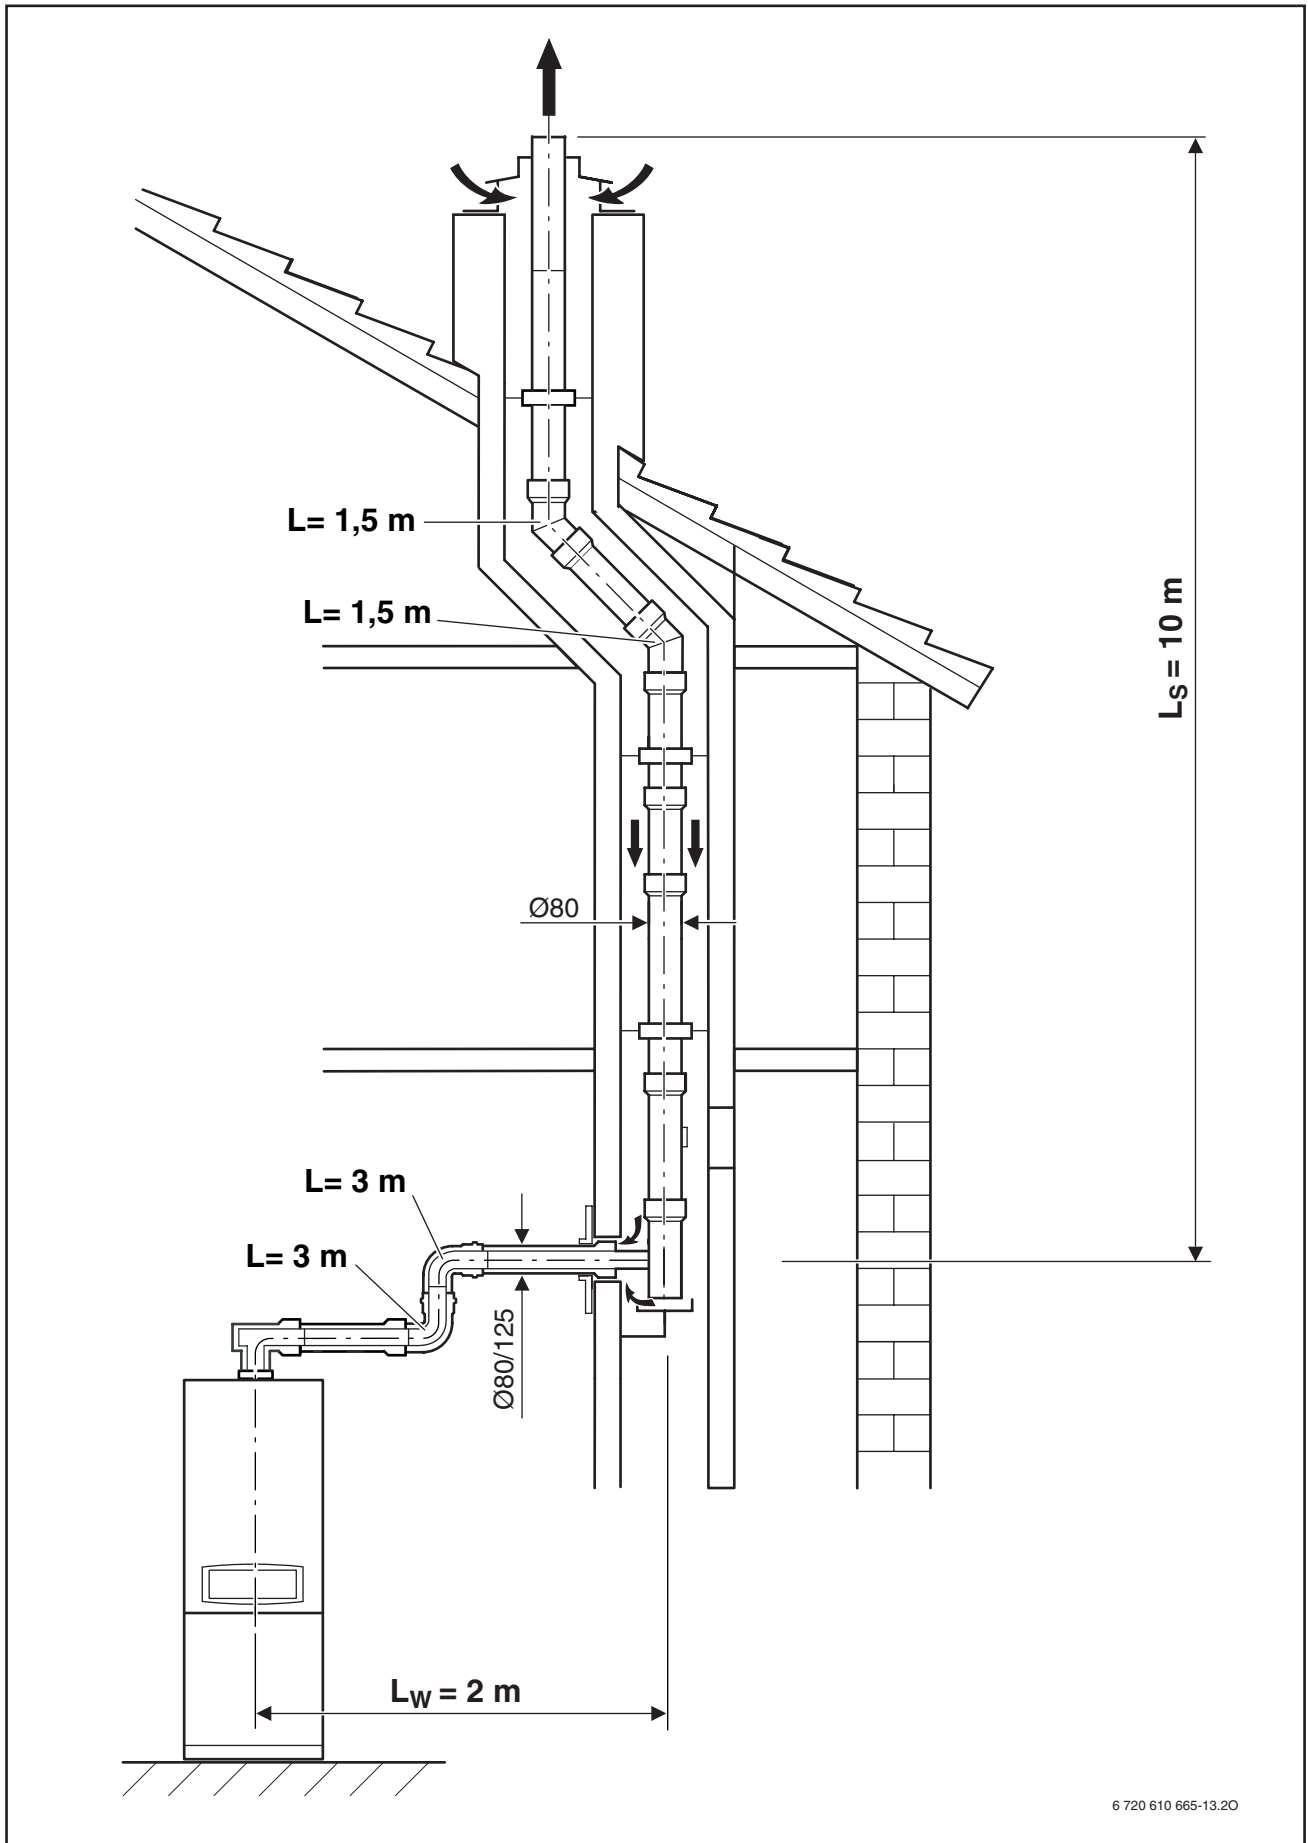

Bild 13
4.4 Beispiel zur Berechnung der Abgasrohlängen (Bild 13)